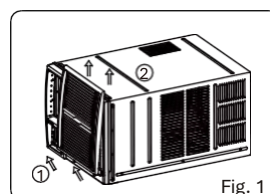

Fig. 1
2. Segure a parte inferior do painel frontal e puxe-o suavemente para fora, depois levante-o e retire o painel frontal (ver Fig. 1).